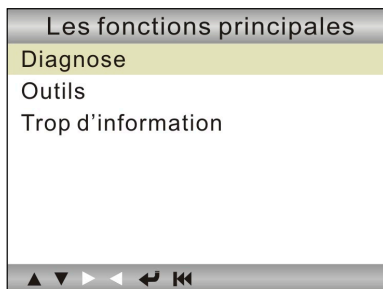

Figure 4-1
6. Après la finition, le système va entrer dans l'interface principale, comme affiché dans la Figure 4-1.
Dans la Figure 4-1, appuyer sur [↵] pour scanner les protocoles de camions de poids lourd et les véhicules OBDII, un écran similaire à la figure 5-1 va apparaître :